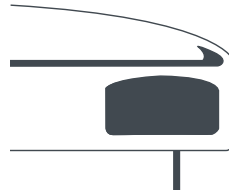

Fig.14
Fenêtre de sécurité (6). En cas de pression excessive, la vapeur s'échappera par la fente de la fenêtre de sécurité située au bord du couvercle (Fig. 14). Ce mécanisme de sécurité s'active uniquement en cas d'utilisation anormale. Si les deux soupapes (celle de fonctionnement et celle de sécurité) se bloquent en raison, par exemple, d'un remplissage excessif de l'autocuiseur, la pression expulsera le joint en silicone et la pression pourra s'échapper par cette fenêtre. Si cela se produit, vous devrez porter l'autocuiseur au **Service Technique Agréé** le plus proche pour y faire réviser tous les systèmes de sécurité.